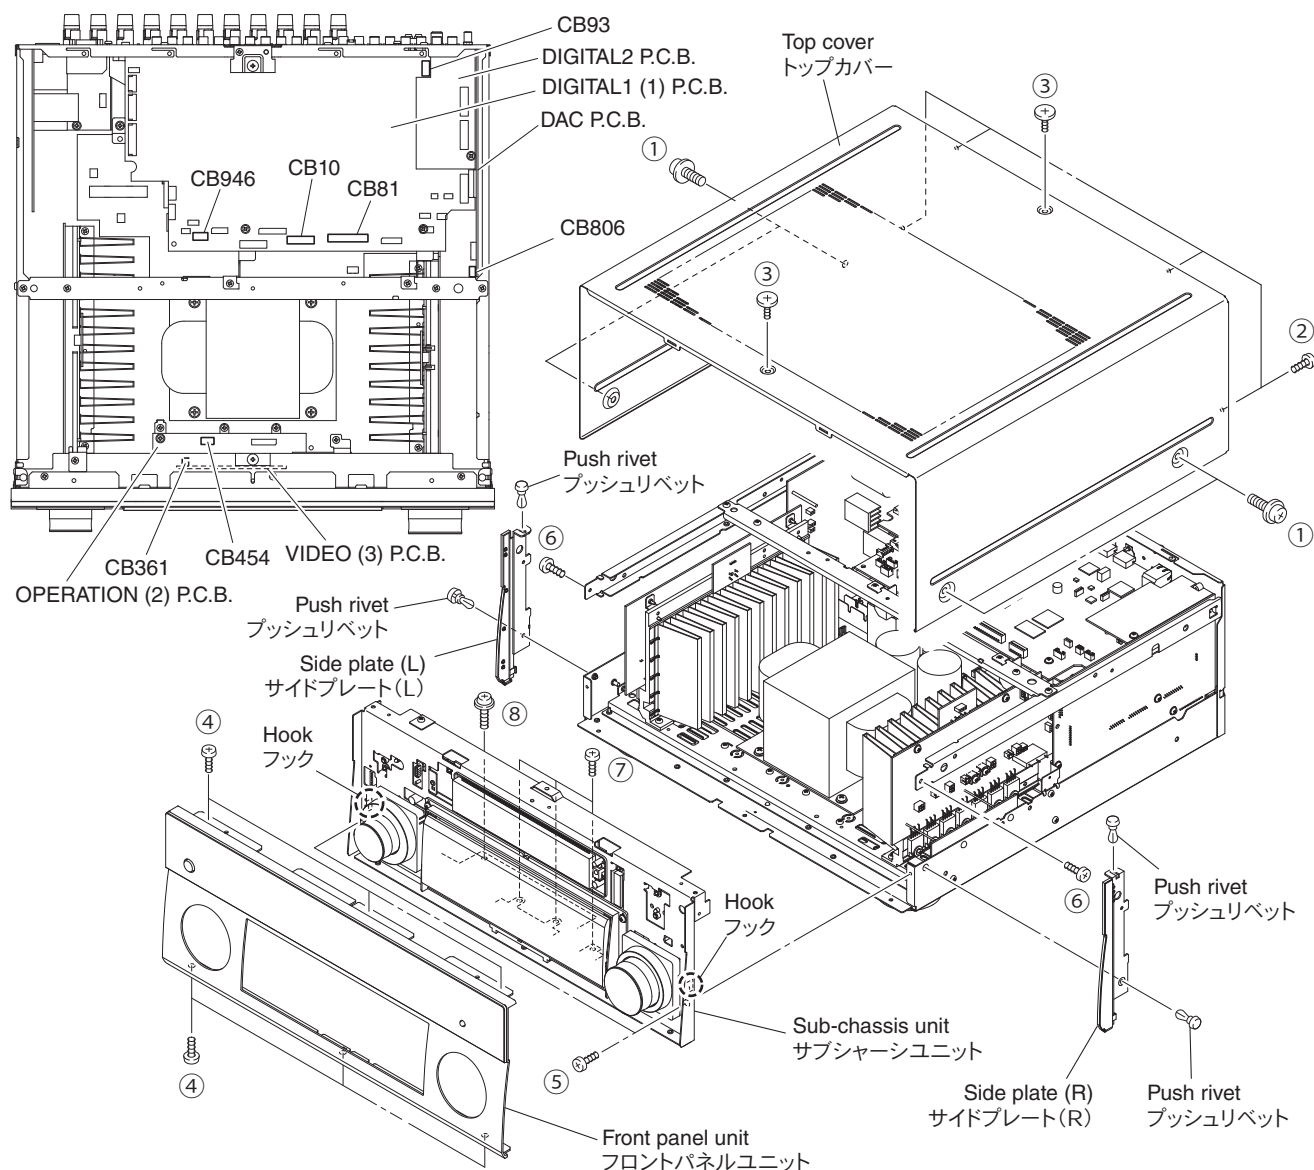

Fig. 1
- Remove 4 screws (①), 4 screws (②) and 2 screws (③). (Fig. 1)
- Lift the rear of the top cover to remove it. (Fig. 1)
- ① のネジ 4 本、② のネジ 4 本、③ のネジ 2 本を外します。(Fig. 1)
- トップカバーの後部を持ち上げて外します。(Fig. 1)
- Remove 6 screws (④) and then remove the front panel unit forward. (Fig. 1)
- Remove 4 push rivets and then remove the side plate (L) and the side plate (R). (Fig. 1)
- Remove 2 screws (⑤), 2 screws (⑥), 3 screws (⑦) and screw (⑧). (Fig. 1)
- Remove CB10, CB81, CB93, CB361, CB454, CB806 and CB946. (Fig. 1)
- Release 2 hooks, and then remove the sub-chassis unit. (Fig. 1)
- ④ のネジ 6 本を外し、フロントパネルユニットを前方に外します。(Fig. 1)
- プッシュリベット 4 個を外し、サイドプレート (L)、サイドプレート (R) を外します。(Fig. 1)
- ⑤ のネジ 2 本、⑥ のネジ 2 本、⑦ のネジ 3 本、⑧ のネジ 1 本を外します。(Fig. 1)
- CB10、CB81、CB93、CB361、CB454、CB806、CB946 を外します。(Fig. 1)
- フック 2 箇所を外し、サブシャーシユニットを外します。(Fig. 1)